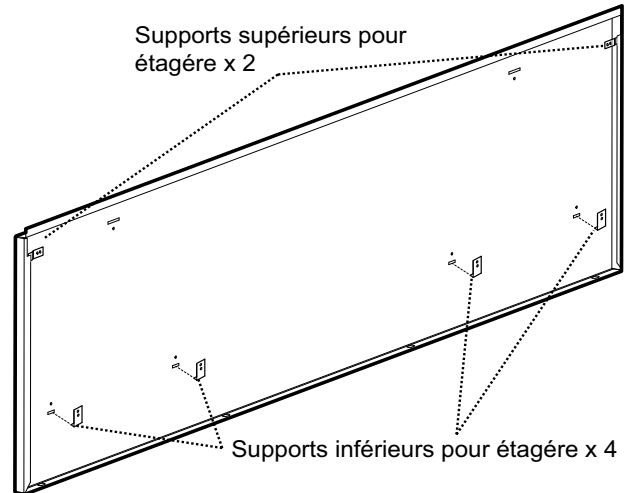

Figure 13 : Dos de la plaque murale
- Installez les deux supports supérieurs pour étagère et les trois supports inférieurs pour étagère aux endroits indiqués sur les gabarits. Fixez-les en place à l'aide des (10) vis de 1 po (25,4 mm) fournies.
- Faites glisser l'ensemble de l'étagère vers le haut jusqu'à ce que la partie inférieure s'enclenche dans les quatre supports inférieurs (Figure 13).